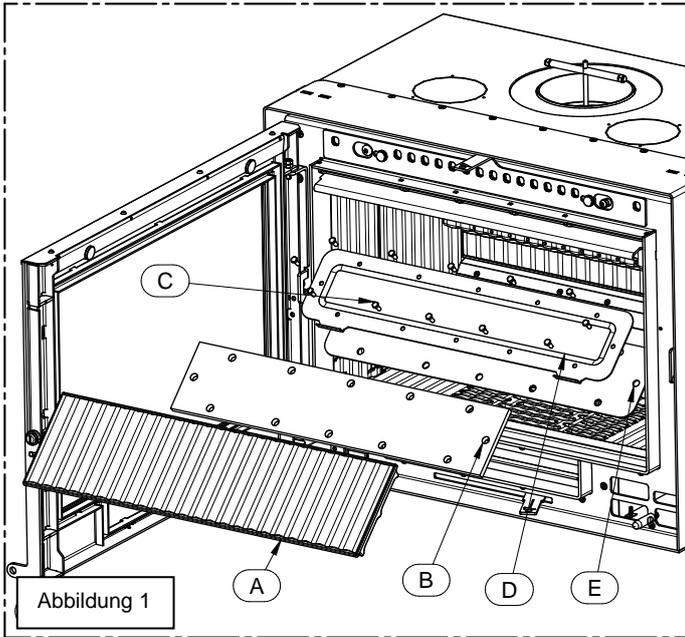

Abbildung 1
- Die Umreifungsbänder und den Karton entfernen (Abbildung 1).
- 1) Den auf dem Einsatz montierten Rahmen (B) entfernen. Dazu die Schrauben (A) lösen (siehe Abbildung 1).
- 1) Die Gusseisen (A) und (B) von der Oberseite des Einsatzes entfernen, siehe Abbildung 1.
- 1) Gusseisen (A), Isolierung (B), Bolzen (C), Abdeckung (D) und Dichtung (E) entfernen, siehe Abbildung 1.
- 1) Die Bügel (A) mit den Schrauben (B) montieren; siehe Abbildung 1.
- 1) Die Tür abziehen und die Stifte (L) und Muttern (I) entfernen, siehe Abbildung 1.
- 2) Das Scharnier (B) durch Entfernen der Schrauben (D) und Unterlegscheiben (C) herausnehmen, siehe Abbildung 1.
- 3) Den Haken (E) durch Lösen der Schrauben (F) entfernen, siehe Abbildung 1.
- 4) Den Griff (O) durch Entfernen der Schraube (P), der Unterlegscheiben (Q, S und N) und der Muttern (M) ausbauen, siehe Abbildung 1.
- 5) Stift (G) durch Lösen der Mutter (H) entfernen, siehe Abbildung 1.
- 1) Die Tür (C) vollständig öffnen, die 2 Schrauben (B) lösen, die Zapfen (A) herausziehen und anschließend die Tür (C) abnehmen. Das Scharnier (F) durch Lösen der Schrauben (D) und (E) abmontieren und die Profile (AA), sofern vorhanden, abnehmen. Siehe hierzu Abbildung 1.